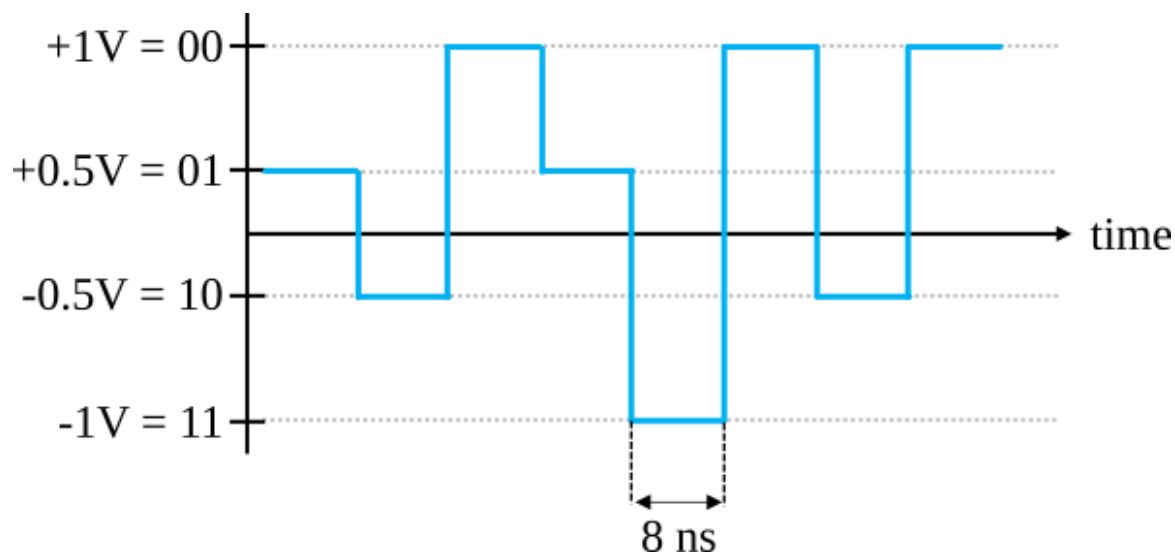

图 5.36: 以太网中的信号
以太网传输的信号如图 5.36。
1. 在图 5.36 中，每秒钟能够传输多少个 bit 呢？(bits per second, bps)